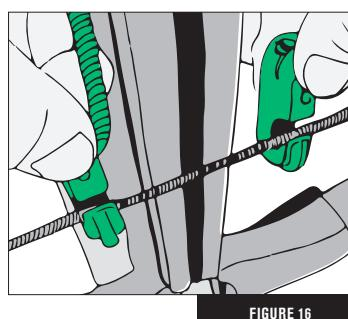

FIGURE 16
4. Coloque los ganchos de la cuerda de amartillado en la cuerda de la ballesta a ambos lados del riel de vuelo. Para tener la máxima fuerza de tracción, coloque los ganchos de amartillado hacia arriba, no hacia abajo. (Fig. 16)